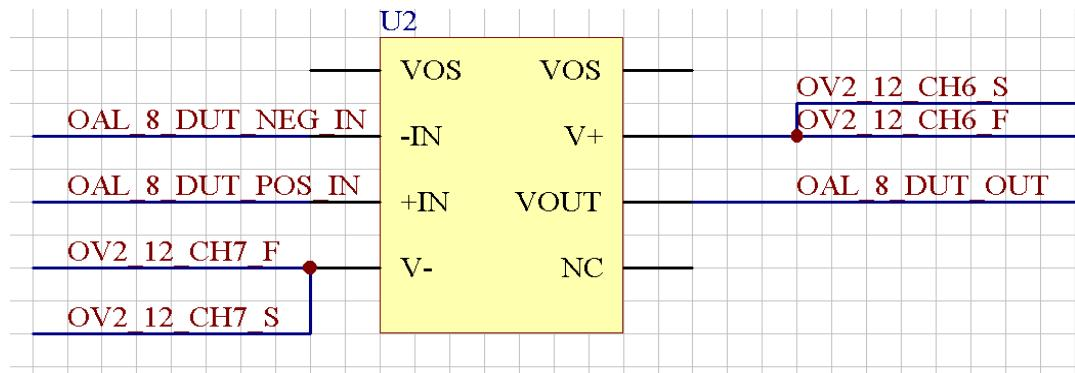

图 6.1 DOAL 测试线路图
(1) 示例线路如下图 6.1:
如上图 6.1 所示，本测试案例是测量单运放 op07，故以 doal 功能板 (doal 有 ch0 与 ch1 两个运放环路) 的 ch0 环路为例进行阐述。